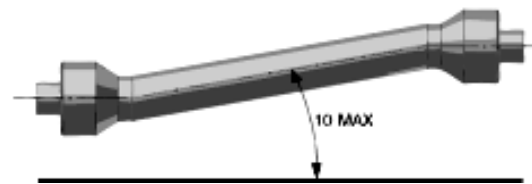

Рисунок 3.
- Выключать ВОМ, если угол карданного вала составляет более 10 градусов (рис. 3) или если карданный вал не используется.